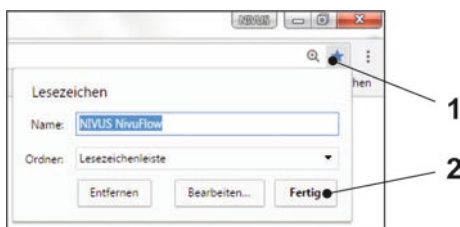

Abb. 31-25 Favorit einrichten
7. Zum Einrichten eines Favoriten im Browser (für einen direkten Zugang) den Stern für „Favoriten“ (Abb. 31-25 Pos. 1) antippen (am Beispiel Google Chrome) und mit „Fertig“ bestätigen (Abb. 31-25 Pos. 2).